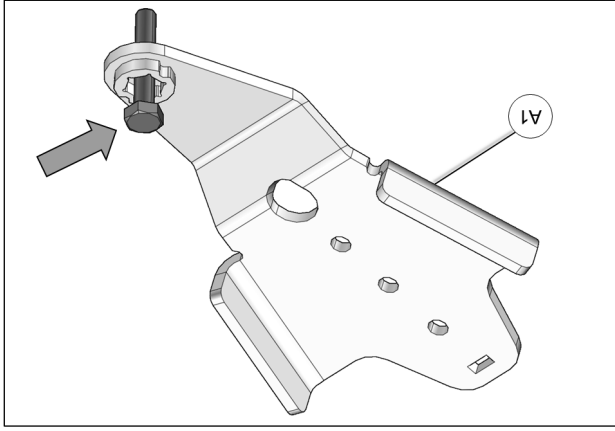

Fig. 14
4. Insérer les boulons dans les ancrages de suspension avant (A1) tel que montré à la Fig. 14